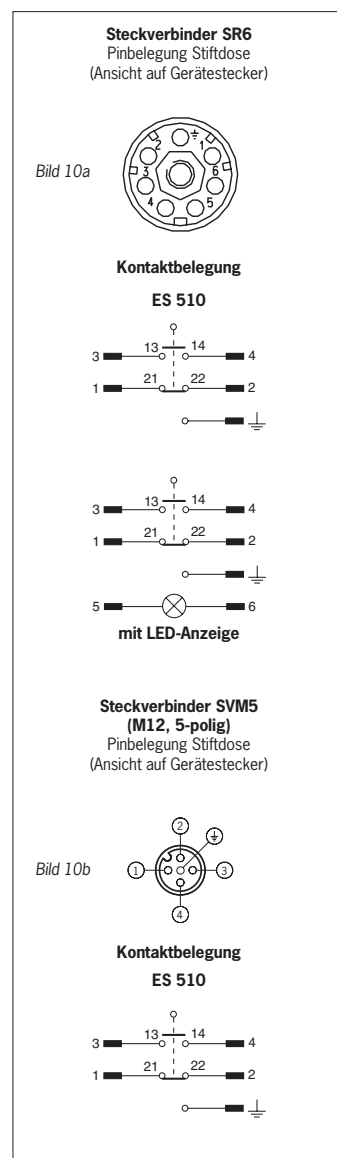

Bild 10: Schaltelemente und Steckerbelegung
- Kontaktbelegung siehe Bild 10.